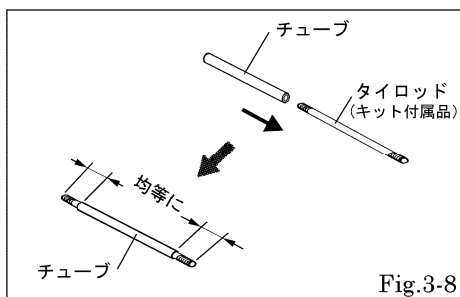

Fig.3-8
- ・ 取外したタイロッドにフッ素樹脂製チューブが取付けられている場合は、チューブを引抜き、キット付属のタイロッドに差し込み直す。 [Fig.3-8]
**NOTE** :チューブはタイロッドの中央に配置してください。 [Fig.3-8]